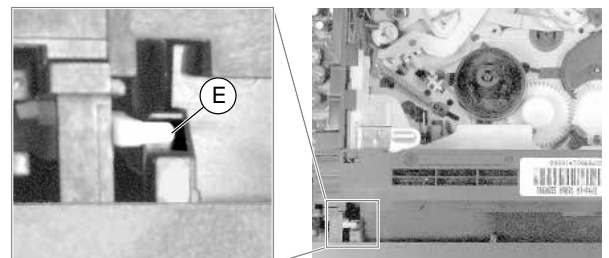

Fig. 4
Remarque pour le remontage: Lors du montage de la façade par devant l'appareil, le volet du logement de cassette doit être poussé vers l'intérieur de sorte que le levier (E) s'engage dans le guidage (Fig.4) du volet de cassette.
Note: When attaching the front panel from the front to the video recorder press the cassette lid inwards so that the lever (E) engages with the guide (Fig. 4) of the cassette lid.